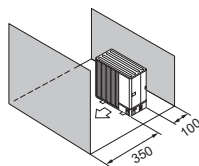

Fig. 2-10
- (5) Ostruzioni o superfici chiuse solo davanti e dietro (Fig. 2-10)